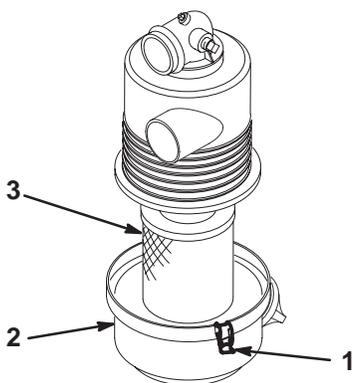

Bild 29
3. Lösen Sie die Laschen, mit denen die Abdeckung am Luftfilterkörper abgesichert wird. Trennen Sie die Abdeckung vom Körper ab. Reinigen Sie die Innenseite der Luftfilterabdeckung (Bild 29).
4. Schieben Sie den Filter vorsichtig aus dem Körper heraus, um das Losrütteln von Staub zu minimieren (Bild 29). Vermeiden Sie ein Anstoßen des Filters am Filterkörper.